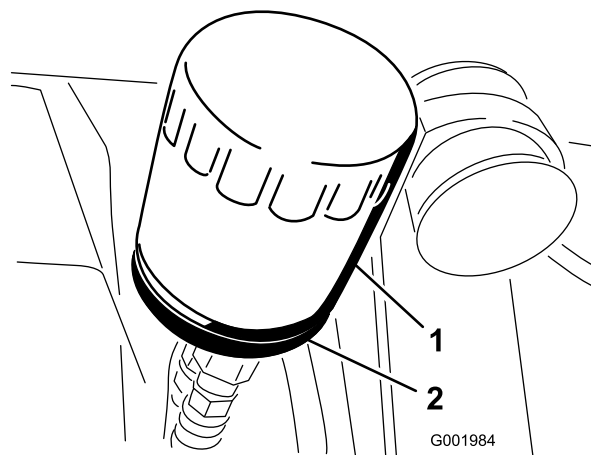

Figure 50
2. Déposez le filtre à huile (Figure 50).
5. Posez le filtre à huile de rechange sur l'adaptateur. Tournez le filtre dans le sens horaire jusqu'à ce que le joint rejoigne l'adaptateur, puis donnez 1/2 tour supplémentaire (Figure 50).